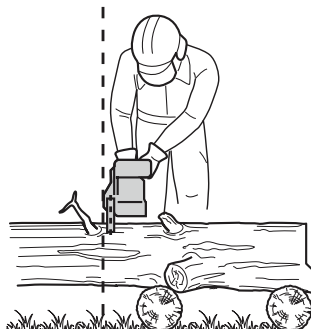

Fig. 27
- > Vous devez impérativement être dans une position sûre lorsque vous utilisez l'appareil. Tenez l'appareil du côté droit du corps (Fig. 27).